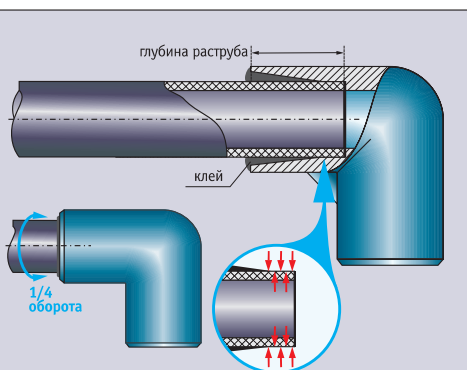

Рис. 10. Схема склеивания трубы и угольника из X-ПВХ
6. Процесс склейки: после нанесения клея на оба соединяемые элемента, необходимо немедленно ввести трубу в раструб (муфту) до упора, затем, с целью получения лучшего контакта поверхностей, повернуть ее на 1/4 оборота. Соединяемые элементы необходимо прижать и держать в таком состоянии в течение одной минуты (рис. 10). При правильном склеивании вокруг места соединения должен появиться выдвинутый тонкий валик клея.